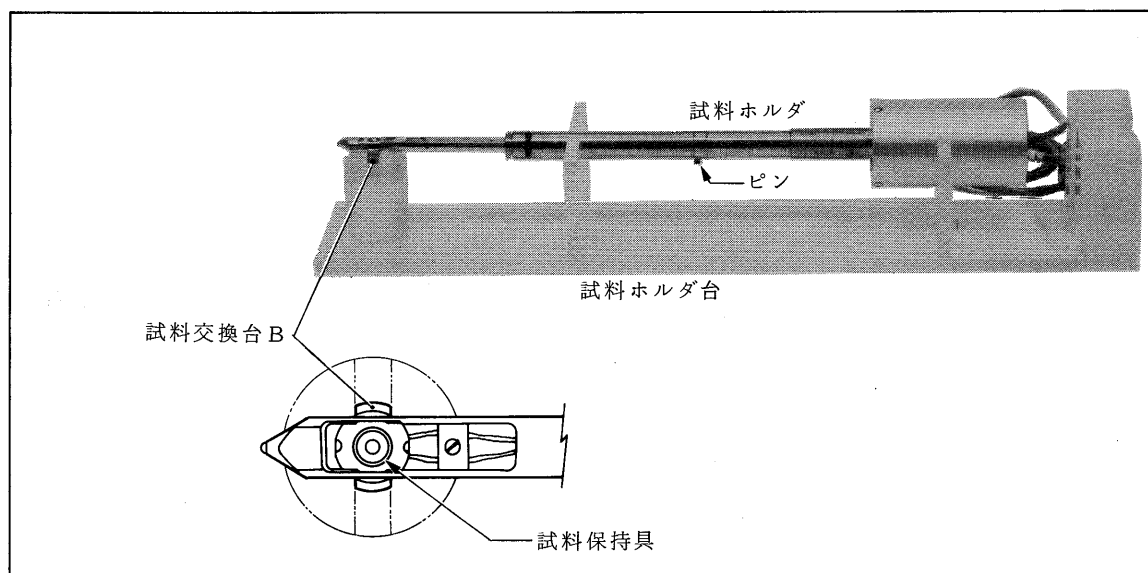

図 4.6 試料ホルダの設置（試料を入れるとき）
3. 試料ホルダの先端にある試料保持具が試料交換台 B に納まるように，試料ホルダのピンを下向きにして試料ホルダ台に載せる（図 4.6）。